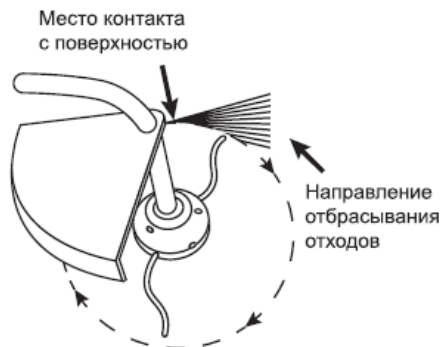

Рис. 9 Положение триммерной головки при удалении растительного покрова и обработке границы газона
Удаление растительного покрова и обработка границы газона	При удалении растительного покрова после работы остается голая земля (Рис. 8С). Обработка границ – это обрезка травы при формировании границ газона или в местах, где она разрослась по тротуару или дороге (Рис. 8D). В обоих случаях наклоните триммерную головку под крутым углом так, чтобы предотвратить попадание в Вас грязи и камней. Выберите для себя такие углы, которые соответствуют Вашим габаритам и рабочей ситуации. Для большинства видов обрезки следует наклонить триммерную головку так, чтобы концы корда контактировали с поверхностью так, чтобы головка перемещалась в сторону от Вас (Рис. 9). Отбрасываемые отходы при этом не полетят в Вашу сторону.
- (1) Техническое обслуживание должно осуществляться более часто, при работе в пыльных условиях.
- (2) Данный вид работ необходимо выполнять в авторизованном сервисном центре.
4. Снимите триммерную головку. Удерживая одной рукой корпус 4 триммерной головки, другой рукой открутите гайку 1 крепления триммерной головки против часовой стрелки и извлеките из корпуса 4 катушку 2 триммерной головки и пружину 3 (Рис. 9). Снимите корпус 4 со штанги. Удалите остатки корда с корпуса и очистите его и детали триммерной головки от грязи и травы.